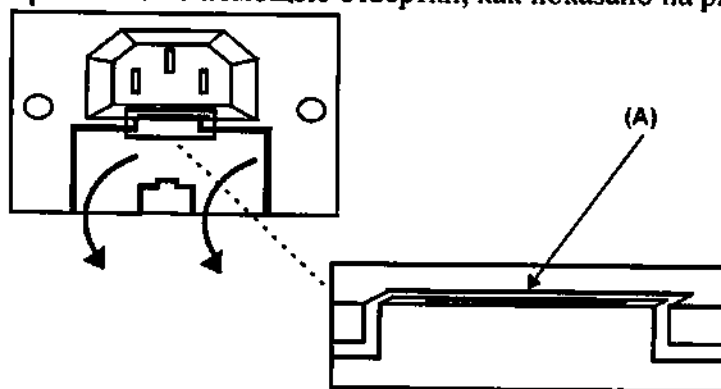

Рис. 29 – Открытие гнезда предохранителей
1. Откройте гнездо предохранителей, как показано на Рис. 29: откройте дверцу или гнездо предохранителей с помощью отвертки, как показано на рисунке.